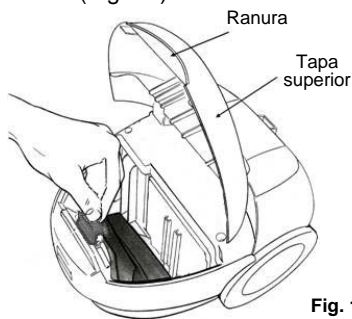

Fig. 15
1. Para abrir la unidad, jale de la ranura. (Fig. 15)